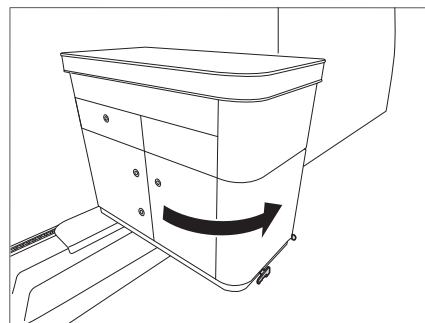

Fig. 29 Estrarre il blocco cucina
- Estrarre il blocco cucina verso l'esterno (Fig. 29).